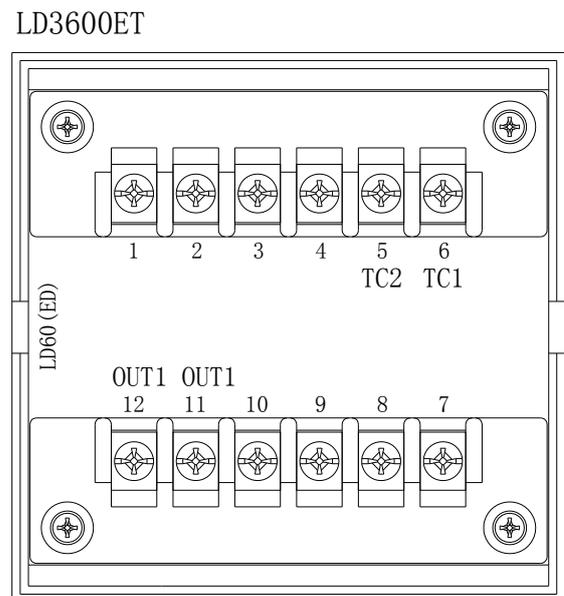
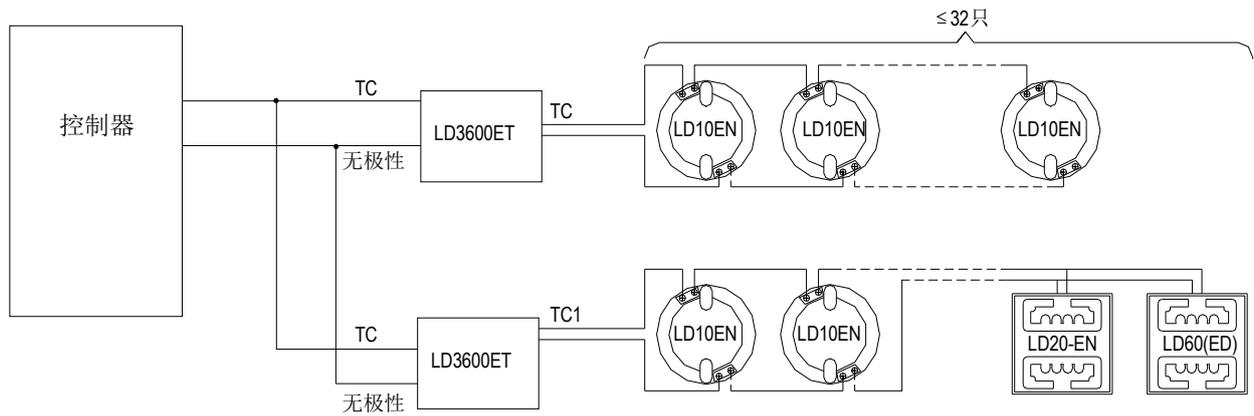

图 4-2
图 4-3
- ★ 接线：剪、剥导线后按图4-2(端子图)与图4-3(接线图)所示将各导线与相应端子正确连接。